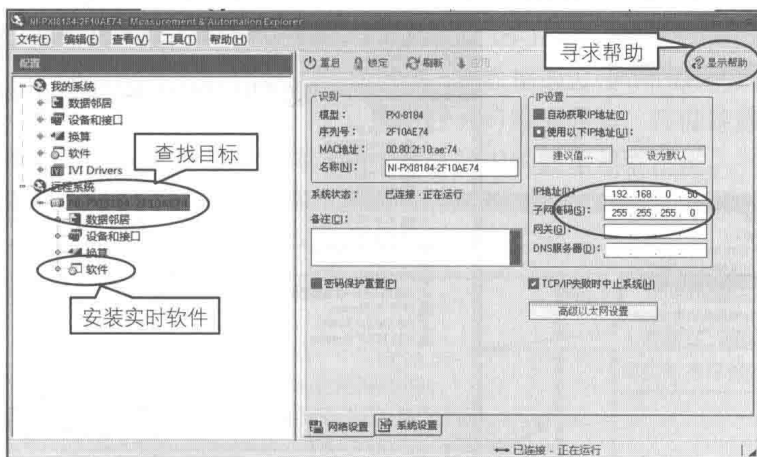

图 15-8 配置实时控制器的网络
step 1 如图 15-8 所示, 进入 MAX (NI Measurement & Automation Explorer) 后, 在左边的树形目录中单击“远程系统”, 如果实时控制器与本计算机有网络物理连接的话, 就可以在远程系统展开后找到要配置的设备。本例以 PXI-8184 实时控制器为例。
step 2 在图 15-8 所示界面的右侧“IP 设置”一栏, 设置实时控制器的 IP 地址, 保证实时控制器的 IP 地址与被调试主机地址在同一个网段中。当系统按提示自动重启后, 新设置的 IP 地址将自动启用。